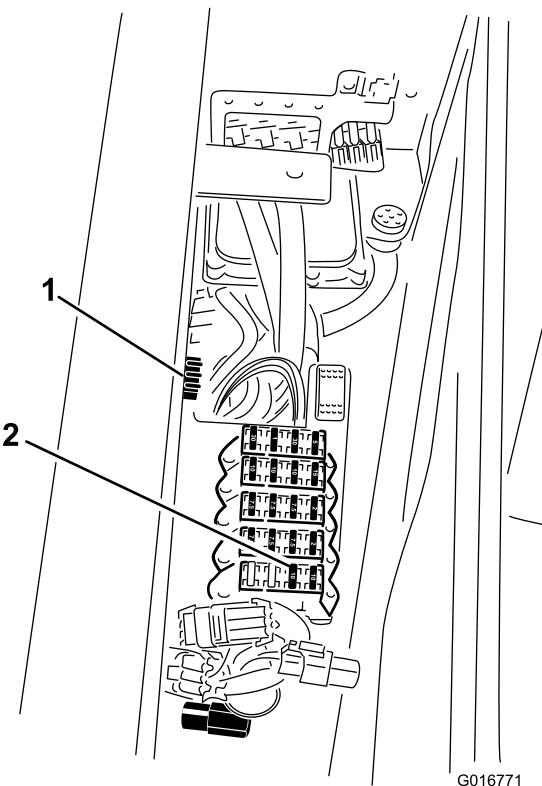
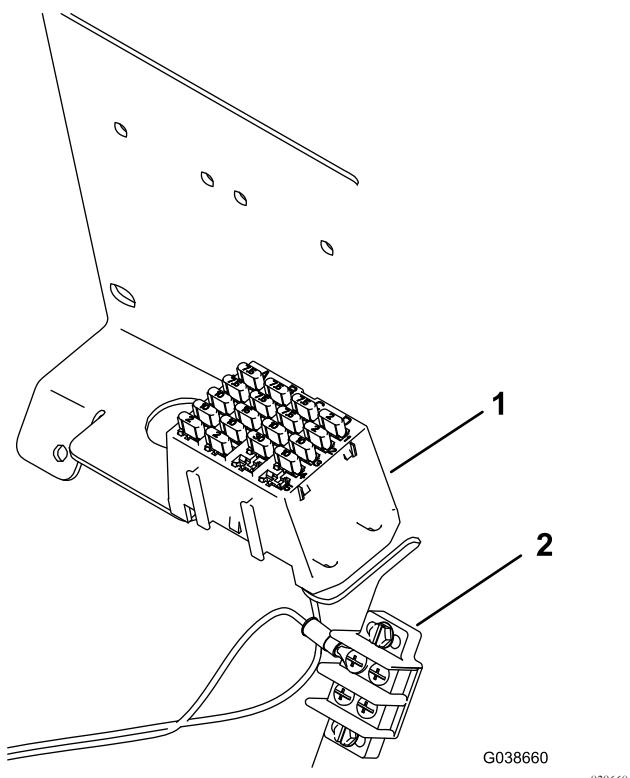

図5
図 6
- ハーネスのコネクタをヒューズブロックに接続する図5または図6。
3. ハーネスについているリング端子を、アースブロックの空の端子に接続する図 5または図 6。